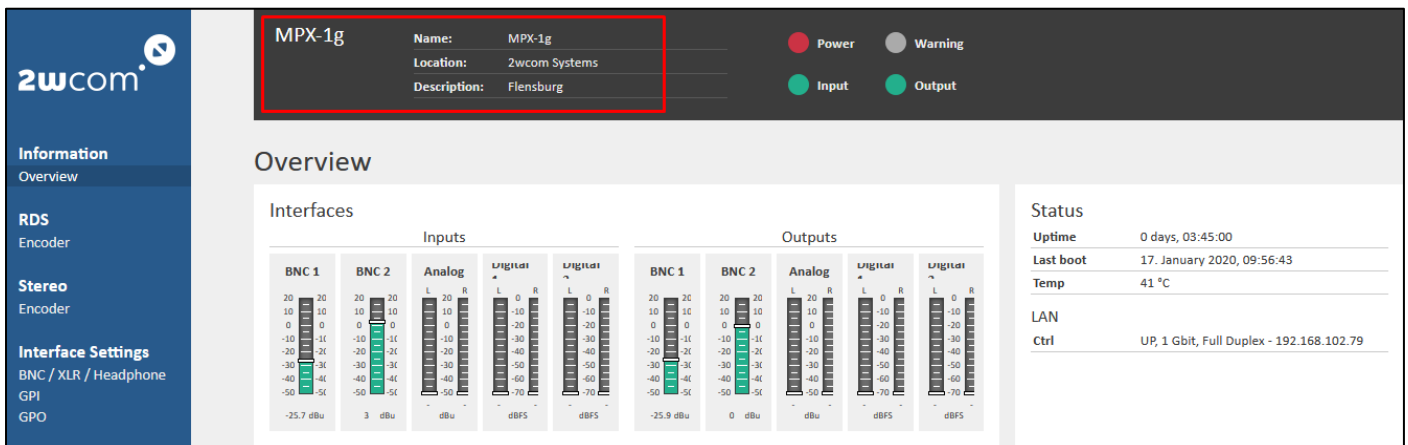

Abbildung 41: System Info
- ⇒ Die gespeicherten Daten werden im oberen Feld im Webinterface angezeigt (s. Abbildung 41).